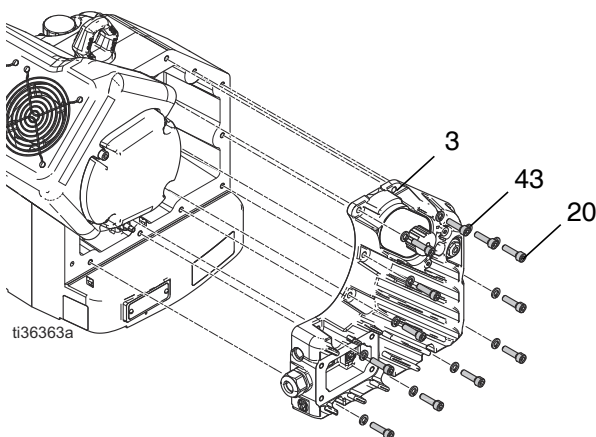

ABB. 17: Abnehmen der Elektronikabdeckung
2. Elektronikabdeckung (3), 12 Unterlegscheiben (4), 12 Schrauben (24) anbringen und mit 20-27 N•m (15-20 ft-lb) festziehen. Siehe ABB. 17, Seite 17.
3. 12 Schrauben (24) und Unterlegscheiben von der Elektronikabdeckung (3) entfernen. Siehe ABB. 17, Seite 17.